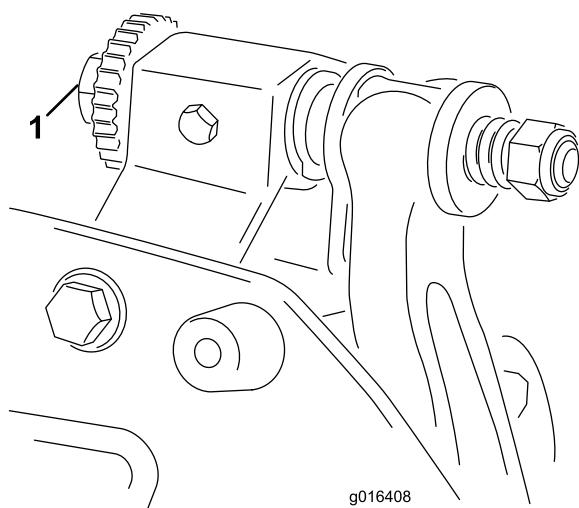

図 9
1. ユニットを水平で平らな作業台の上に置く。ベッド・バー調整ネジ（図 9）を左に回して、リールと下刃の接触を完全になくす。